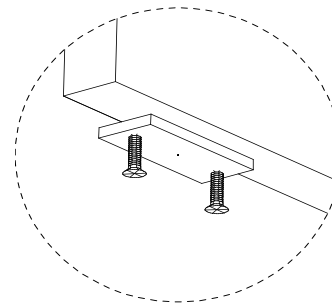

Рис.6
2. Закрепить на стенках вертикал. поз.5, стенке задней поз.4 и планке поз.7 наконечники поз.034 шурупами 3\*16 (рис.6)